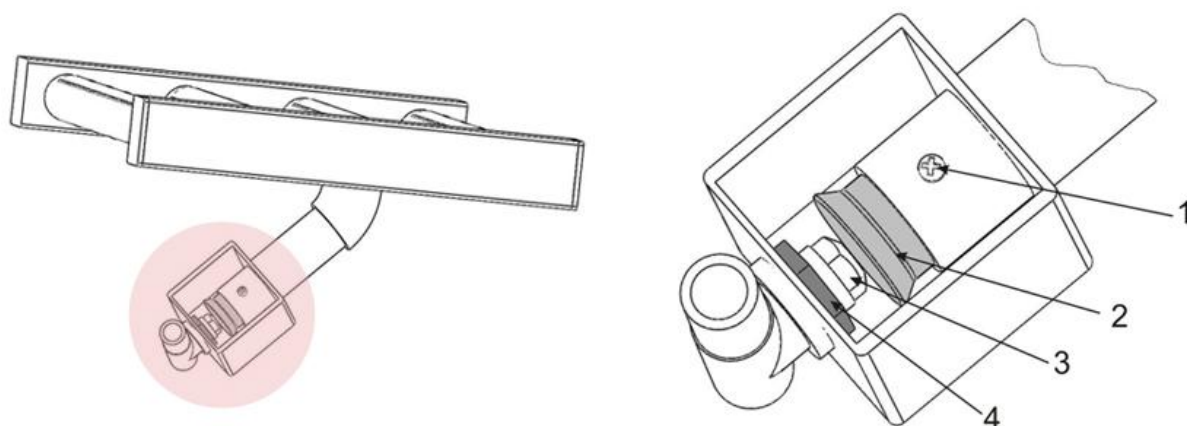

Рис.2. Устройство смесителя горелки гриля
- Найдите смеситель горелки (рис.2). Если гриль напольный, то доступ к смесителю горелки возможен снизу, под корпусом гриля.
- Ослабьте отверткой винт крепления цилиндра шибера 1 (рис.2).
- Перемещая цилиндр шибера 2 (рис.2), добейтесь нормального горения пламени.
- При достижении нормального горения пламени затяните винт 1 (рис.2).
- Ослабьте отверткой винт крепления цилиндра шибера 1 (рис.2) и сдвиньте шибер 2 (рис.2).
- Удерживая муфту подводящей медной трубки, отверните сопло 3 (рис.2) ключом на 12.